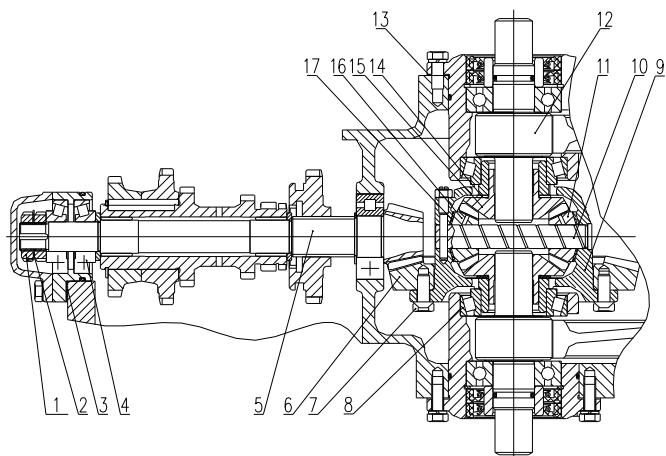

Рис. 5-6 Корректировка предкомпакта конического подшипника
5.5.1 Корректировка предкомпакта конического подшипника (см. Рис. 5-6)